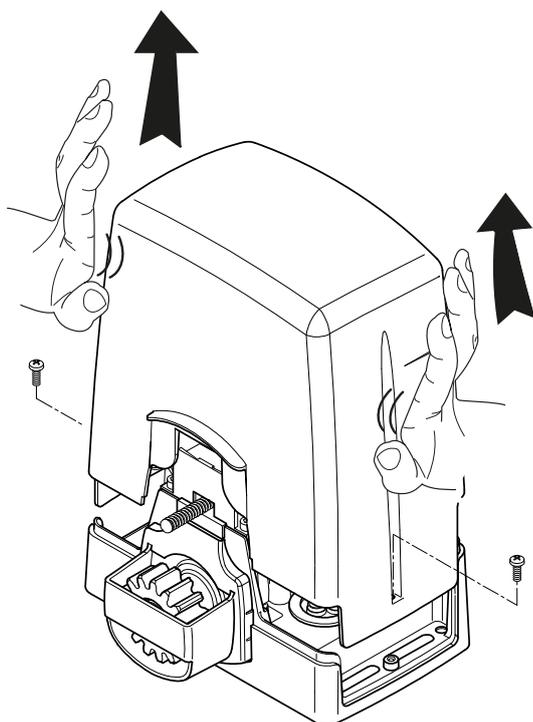

Fig. 1
- Undo the screws of the cover and remove the lid by lifting up as shown in fig. 1. Check that the six adjuster feet do not protrude from the base of the gearmotor.
- Put the O-ring (B) onto each screws M8x40 (A). Insert the screws in the gearmotor corners (C) and secure them with the nuts M8 (D).
- Die Schrauben des Deckels ausschrauben und diesen nach oben abnehmen, wie in Abb. 1 gezeigt. Prüfen, ob die sechs Stellfüße nicht aus der Basis des Getriebemotors herausragen.
- Versehen Sie die Schrauben M8x40 (A) mit O-Ringen (B). Stecken Sie die Schrauben an den Ecken des Getriebemotor (C) und schrauben Sie die Muttern M8 (D).
- Dévisser les vis du couvercle et le retirer en tirant vers le haut, comme indiqué dans la fig. 1. Vérifier que les six pieds de réglage ne dépassent pas de la base du motoréducteur.
- Insérer les joints O-Ring (B) sur les vis M8x40 (A). Insérer les vis dans les angles du motoréducteur (C) et les bloquer avec les écrous M8 (D).
- Desenrosque los tornillos de la tapa y quítela extrayéndola hacia arriba, como se indica en la fig. 1. Compruebe que las seis patas de ajuste no sobresalgan de la base del motorreductor.
- Colocar las juntas tóricas (B) en los tornillos M8x40 (A). Insertar los tornillos en las esquinas del motor (C) y asegurarlos con tuercas M8 (D).